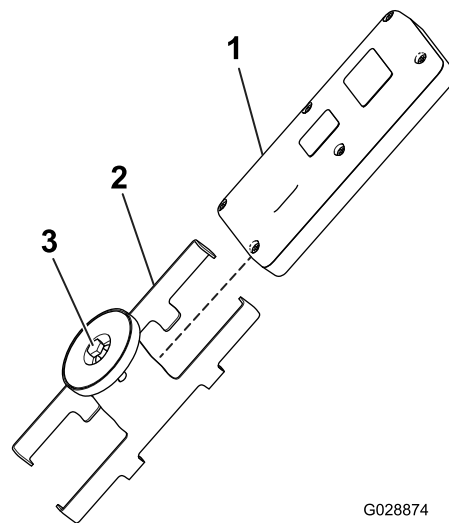

Figura 18
- Instale o comando remoto no suporte magnético remoto, una as metades para prender o comando e aperte o parafuso no íman (Figura 18).